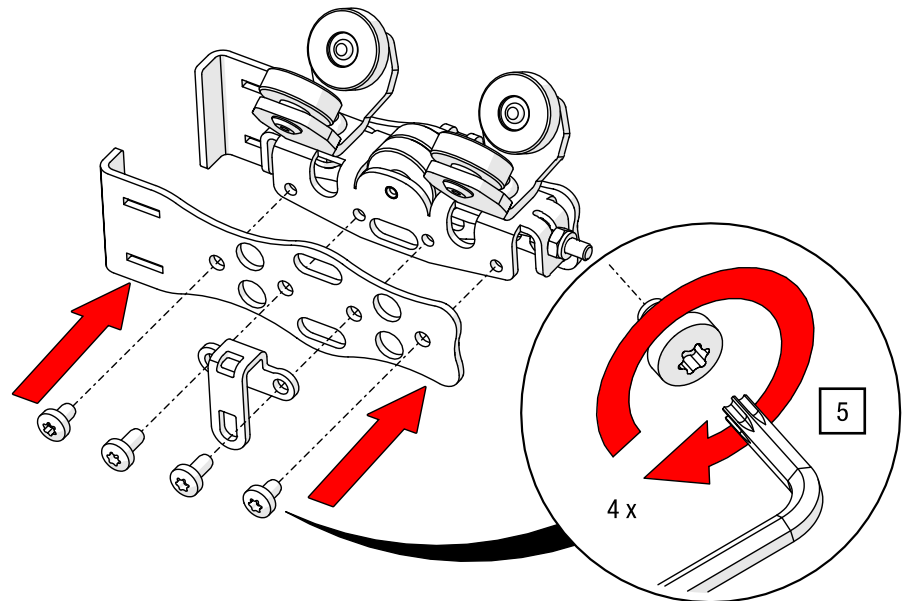

Abb. 65: Zugwagen mit Rastbremse – Seitenblech und Ösenblech montieren
4. Positionieren Sie ein Seitenblech mit einem seitlichen Ösenblech auf den Zugwagen und verschrauben Sie dieses mit einem TORX®-Schlüssel T20, bis es am Zugwagen anliegt (siehe Abb. 65).